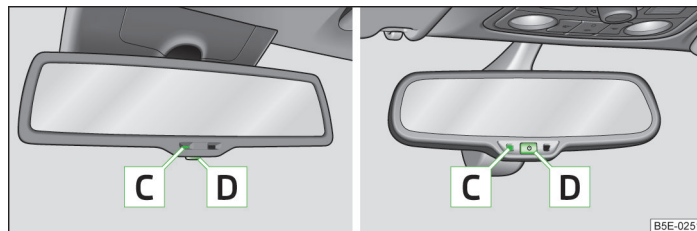

Fig. 44 Oglinda cu efect heliomat automat
- Pentru a **activa** efectului heliomat automat, apăsați tasta **D** » fig. 44.
- Pentru a **dezactiva** efectului heliomat automat, apăsați din nou tasta **D** » fig. 44.